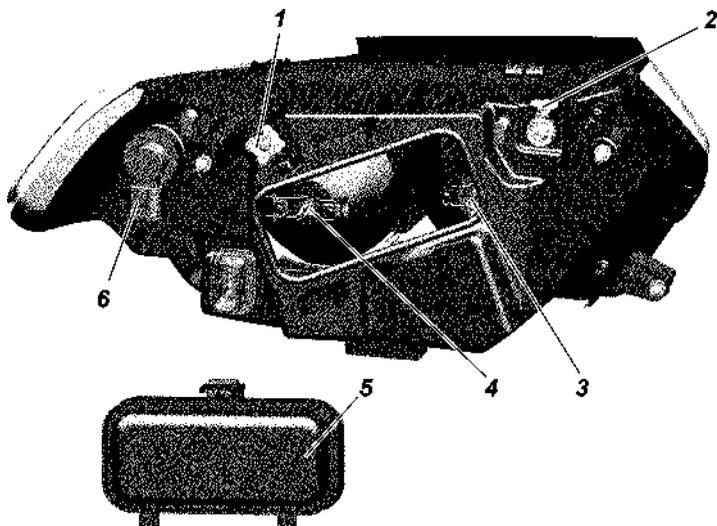

Рис. 9.32. Фара:
3. Включите ближний свет фар и, поочередно закрывая каждую фару, вращением регулировочного винта 1 (рис. 9.32) и регулировочной шестерни 2 добейтесь, чтобы светотеневая граница слева от точек E и E' совпала с линией 1, а справа
**Замена ламп фар.** Для замены лампы указателей поворота снимите колодку с патрона 6 (рис. 9.32), поверните патрон по часовой стрелке (для правой фары) или против часовой стрелки (для левой фары) и выньте патрон в сборе с лампой.